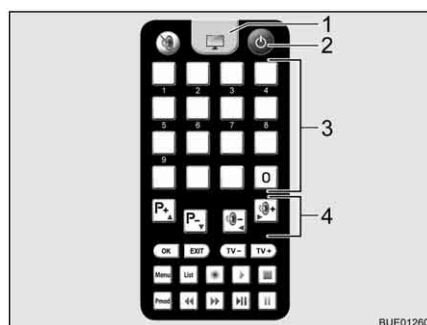

Fig. 22 Telecomando televisore
- Premere il tasto "⏻" (Fig. 22,2) sul telecomando. L'impianto si porta nella modalità di ricerca. Viene emesso un segnale acustico fisso.
- Per passare dalla ricezione televisiva al telecomando per il televisore, premere il tasto del televisore (Fig. 22,1). Il segnale acustico cessa. Sullo schermo compare un'immagine.
- Selezionare l'emittente desiderata con i tasti memoria (Fig. 22,3) sul telecomando del televisore o con i tasti funzione (Fig. 22,4).